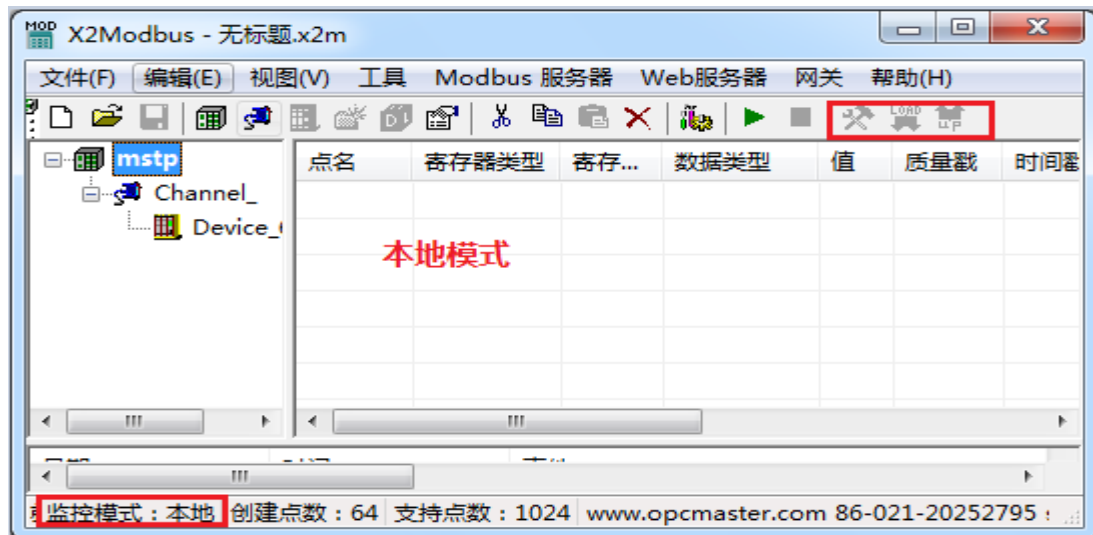

图 2-5 本地模式
1.另外此版本上位机在配置好工程后可以选择“上传”功能，将工程上传到下位机网关中，与之前的上传功能相一致，如下图 2-5。新版本的“下载”是指可以从下位机硬件网关中下载当前的工程。